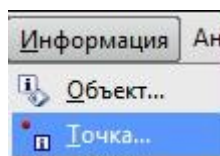

Рис.51
- Кстати, можно проверить точность построения графика, например, по состоянию механизма в его начальной точке. В таблице рис.50 говорится, что в начальный момент времени положение маркера A001 по оси X составляет -368.72 мм. Если узнать информацию об этой точке с помощью известных средств (рис.51, 52), то выясняется, что совпадение абсолютное.